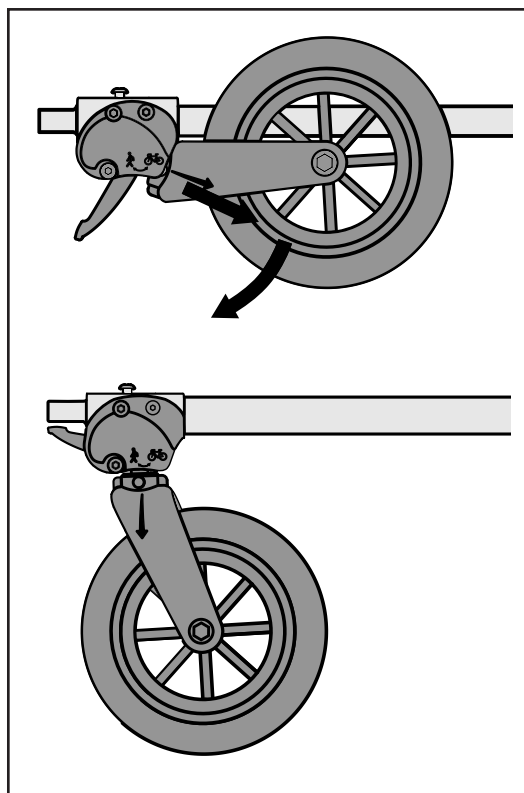

Figura 13
1. Tire de la horquilla tal como se muestra (Figura 13) y después gire la rueda hacia abajo completamente. La horquilla subirá automáticamente hacia la posición de bloqueo.